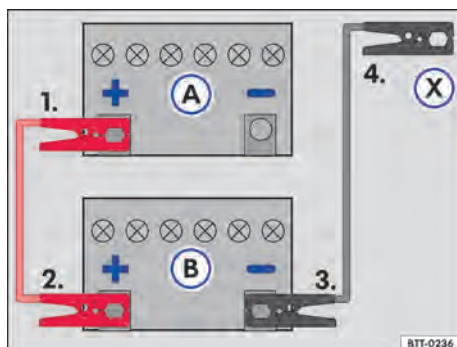

Fig. 146 Esquema para a conexão dos cabos auxiliares de partida: bateria do veículo descarregada (A) e bateria do veículo fornecedora de corrente (B).
Legenda para → Fig. 146:
Conectar o cabo auxiliar de partida somente na sequência 1 – 2 – 3 – 4 → Fig. 146.
- Conectar uma extremidade do cabo auxiliar de partida *vermelho* ao polo positivo (+) do veículo com a bateria do veículo descarregada → Fig. 146 Ⓐ → ▲.